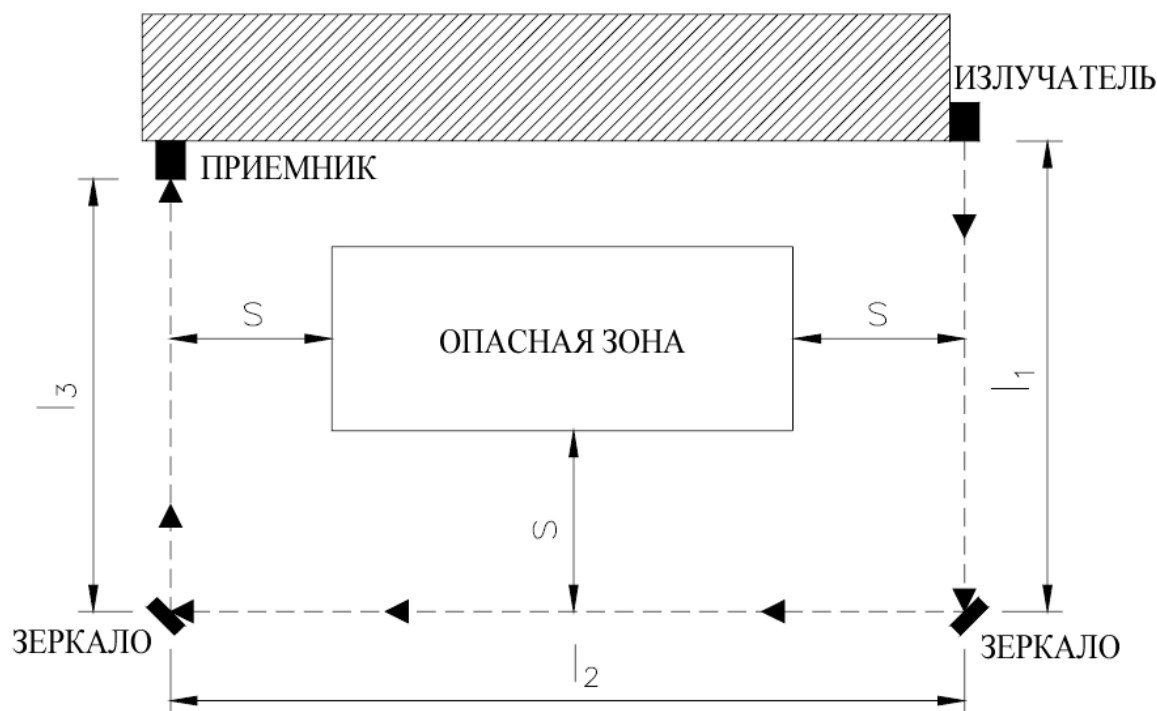

Рис. 7 - Отклоняющие зеркала.
- Располагайте зеркала так, чтобы соблюсти минимальное расстояние безопасности  $S$  (Рис. 7) с каждой стороны доступа в опасную зону.